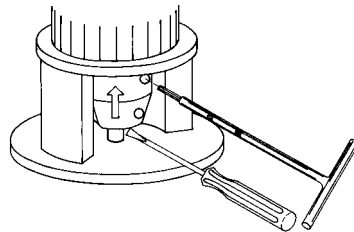

**Abb. 16** Anheben der Kupplung und der Pumpenwelle
3. Heben Sie die Kupplung und die Pumpenwelle so weit wie möglich mit einem Schraubendreher oder einem ähnlichen Werkzeug an (Richtung Motor), sodass sich die Pumpe und die Motorwellen berühren. Siehe Abb. 16.